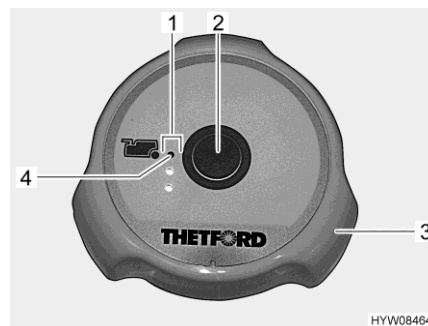

Fig. 134 Botón del inodoro/luces de control (inodoro Thetford)
Lavado: ■ Antes del lavado, abrir la corredera del inodoro Thetford. Para ello, girar el tirador giratorio (Fig. 134,3) en sentido contrario a las agujas del reloj.
■ Para lavar, pulsar el botón del inodoro azul (Fig. 134,2).
■ Tras el lavado, cerrar la corredera. Para ello, girar el tirador giratorio (Fig. 134,3) en sentido de las agujas del reloj.
Las luces de control (Fig. 134,1) indican el nivel de llenado del depósito de aguas fecales. Si está encendida la luz de control roja (Fig. 134,4), deberá vaciarse el depósito de aguas fecales.